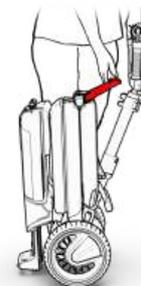

Figura 47
3. Tenere ATTO per il manubrio e ruotare l'impugnatura principale di 180 gradi (vedere Figura 47).